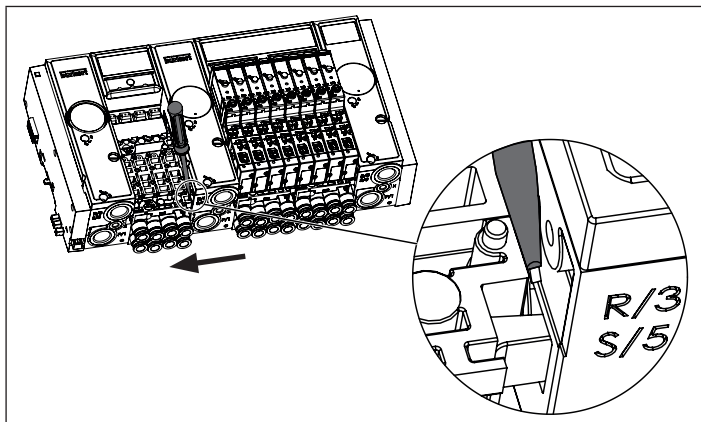

Abb. 16: Entriegelung unterer Rasthaken
- Unteren Rasthaken entriegeln. Dazu mit einem Schlitzschraubendreher auf Höhe des unteren Rasthakens linkes Anschlussmodul parallel zur Normschiene von der verrasteten Ventilbaugruppe wegdrücken, bis sich der untere Rasthaken entriegelt (siehe „Abb. 16“).
- Unteren Rasthaken entriegeln. Dazu mit einem Schlitzschraubendreher auf Höhe des unteren Rasthakens Anschlussmodul parallel zur Normschiene von der verrasteten Ventilbaugruppe wegdrücken, bis sich der untere Rasthaken entriegelt (siehe „Abb. 16“).
- Unteren Rasthaken entriegeln. Dazu mit einem Schlitzschraubendreher auf Höhe des unteren Rasthakens rechtes Anschlussmodul parallel zur Normschiene von der verrasteten Ventilbaugruppe wegdrücken, bis sich der untere Rasthaken entriegelt (siehe „Abb. 16“).
- Unteren Rasthaken entriegeln. Dazu mit einem Schlitzschraubendreher auf Höhe des unteren Rasthakens Ventilbaugruppe parallel zur Normschiene von der verrasteten Baugruppe wegdrücken, bis sich der untere Rasthaken entriegelt (siehe „Abb. 16“).